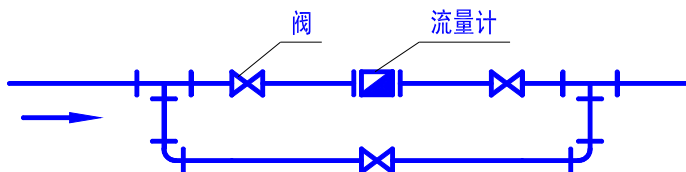

图 5 推荐安装形式 2
(4) 为了在流量计修理时管道中流量不中断，安装流量计时应加装旁路管道，（见图 5）。若需要计量也中断，则在安装时并联安装两只流量计，以全交替工作而不再安装旁通管道。